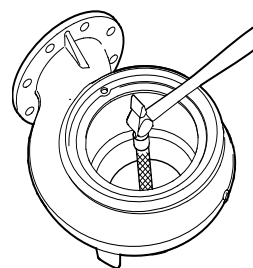

Рис. 21 Монтаж щелевого уплотнения
- С помощью выколотки легкими ударами поставьте щелевое уплотнение на место в корпусе насоса (D). См. рис. 21. Проверьте с наружной стороны корпуса насоса, чтобы щелевое уплотнение лежало на своем месте в корпусе.